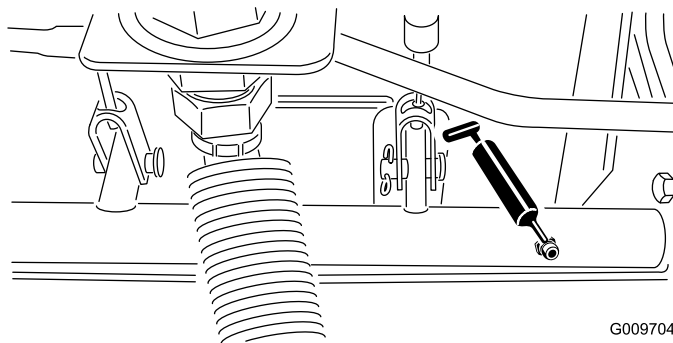

Bild 79
- Bremsstangen-Drehlager (5) (Bild 79)